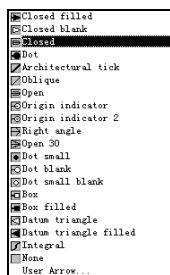

图 8-46 AutoCAD 2004 提供的箭头选项
5) Arrowhead (箭头) 单击其右边的箭头，将出现图 8-46 所示的 AutoCAD 2004 提供的箭头选项的下拉列表。用户可以从该列表中选择箭头类型，也可以用 User Arrow... 重新设置。